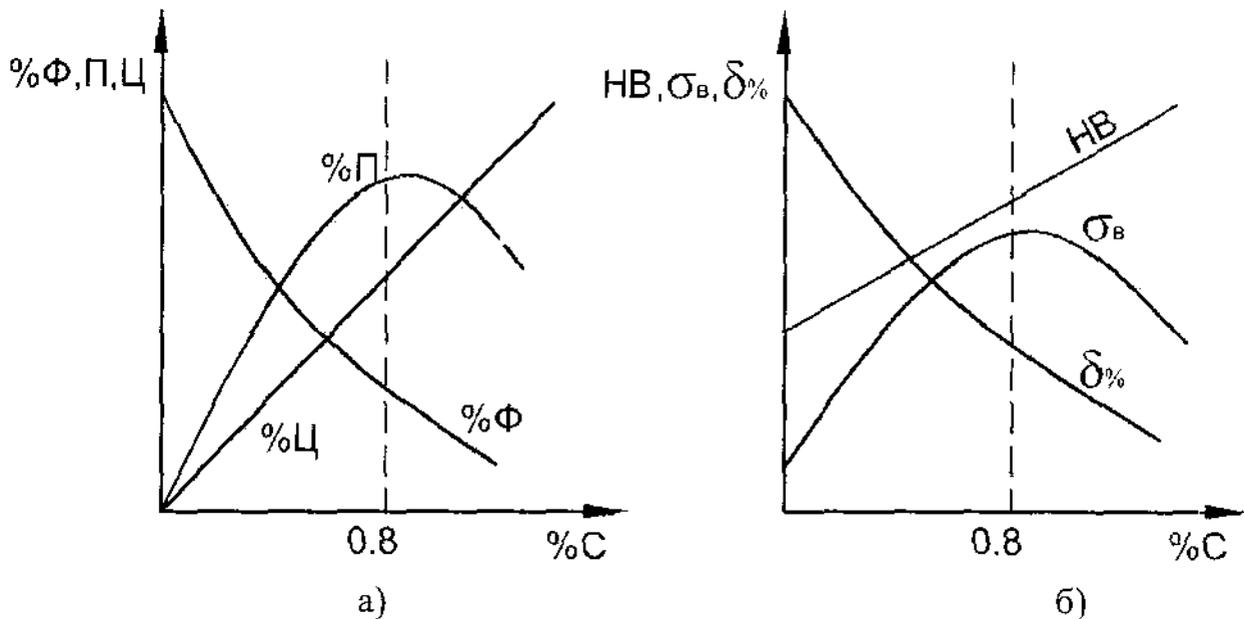

Рисунок 4.2 – Влияние углерода на структуру (а) и свойства (б) углеродистой стали
нием содержания углерода в стали количество феррита уменьшается (рисунок 4.2, а), следовательно, уменьшается и пластичность стали (рисунок 4.2, б).
**Цементит (Ц)** - химическое соединение железа с углеродом, иначе карбид железа  $Fe_3C$ . Имеет постоянную концентрацию углерода - 6,67 %. Очень тверд (до 800 НВ), хрупок ( $\delta \rightarrow 0$ ), имеет низкую прочность ( $\delta_b \approx 30$  МПа). С повышением содержания углерода количество цементита увеличивается, следовательно, увеличивается и твердость стали (рисунок 4.2, а, б).